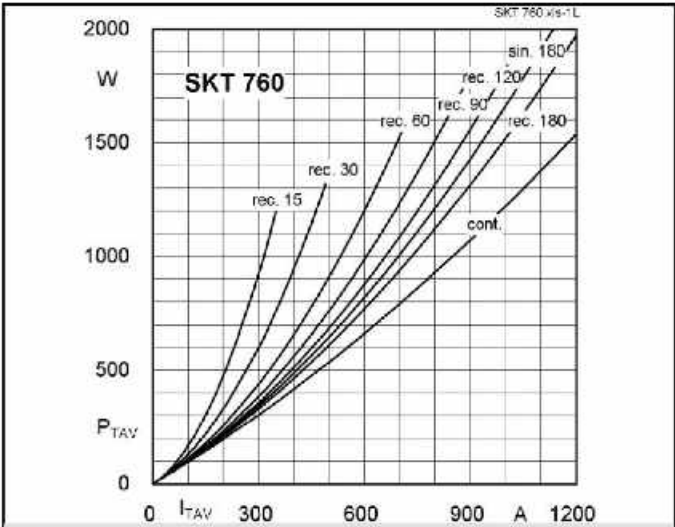

Fig. 1L Power dissipation vs. on-state current
4) On utilise la figure 1L : avec $I_{TAV} = 667 \text{ A}$, on trouve $P_{av} = 1020 \text{ W}$ environ par composant.